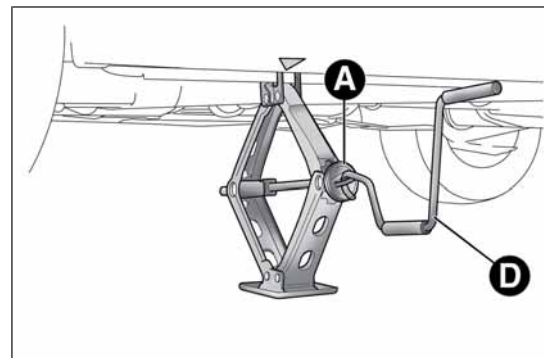
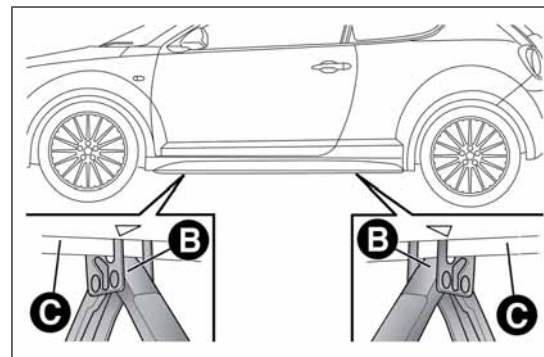

РИС. 120
РИС. 121
□ с помощью приспособления А РИС. 120 распрямите домкрат таким образом, чтобы его верхняя часть В РИС. 121 вошла в лонжерон С;
- откройте багажник, потяните за ремешок А РИС. 120 и поднимите коврик обшивки;